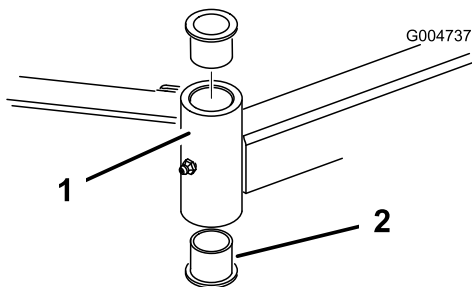

Figura 29
4. Inserte un botador fino en la parte superior o inferior del tubo de montaje y dé golpes hasta retirar el casquillo del tubo (Figura 29). Retire también el otro casquillo del tubo. Limpie el interior de los tubos para eliminar toda suciedad.